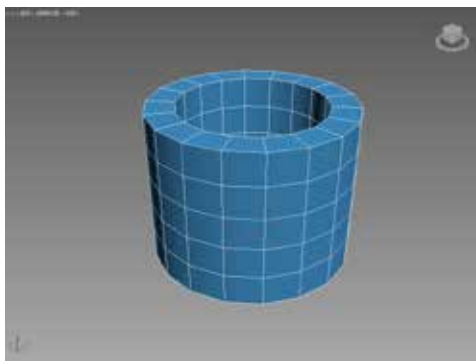

图 2-65 创建管状体
STEP 03 单击确认内部半径，并向上拖动鼠标，即可创建管状体，如图 2-65 所示。